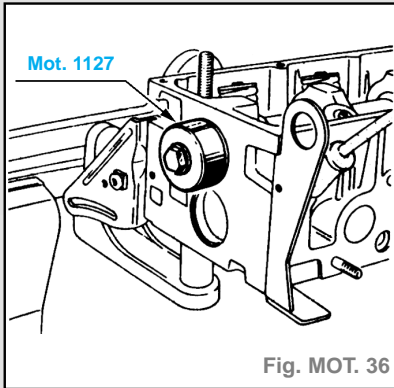

Fig. MOT. 36
- Reposer le joint d'étanchéité, utiliser la bague de montage **MOT. 1127**, cet outil est conçu pour obtenir un décalage de la portée du joint (fig. MOT. 36).